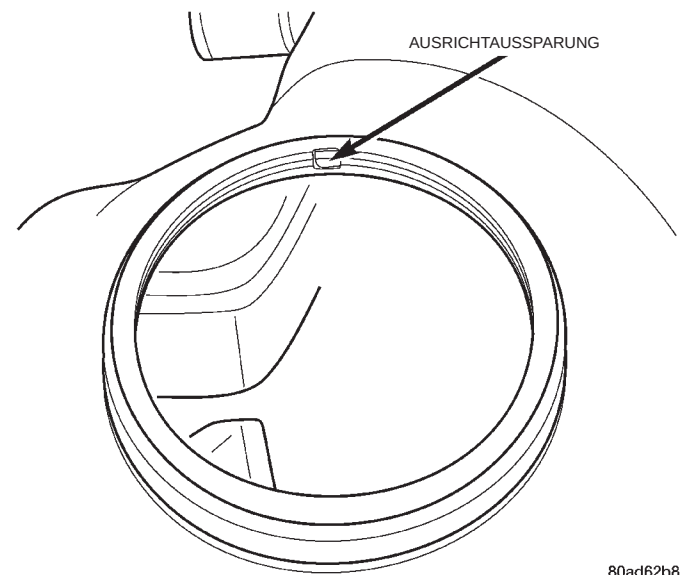

Abb. 11 Ausrichtaussparung im Kraftstoffbehälter
(1) Die Dichtfläche auf dem Kraftstoffbehälter reinigen und dann einen neuen Dichtring in die Öffnung im Kraftstoffbehälter einsetzen.
(2) Die Kraftstoffpumpe in den Kraftstoffbehälter einbauen. Dabei unbedingt darauf achten, daß die Ausrichtlasche an der Unterseite des Flansches der Kraftstoffpumpeneinheit in der Aussparung im Kraftstoffbehälter sitzt (Abb. 11).